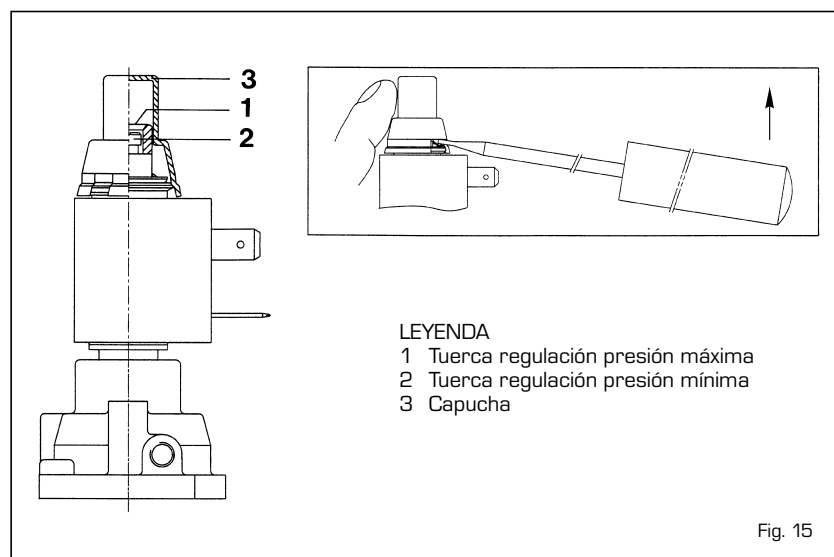

Fig. 15
4.2.1 Regulación presión mínima y máxima (fig. 15)